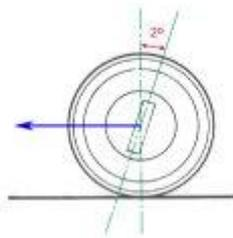

Fig. 5.
- Avance: Se considera la vertical del eje en sentido longitudinal y la prolongación del pivote. Suele ser de 2° (Fig. 5).